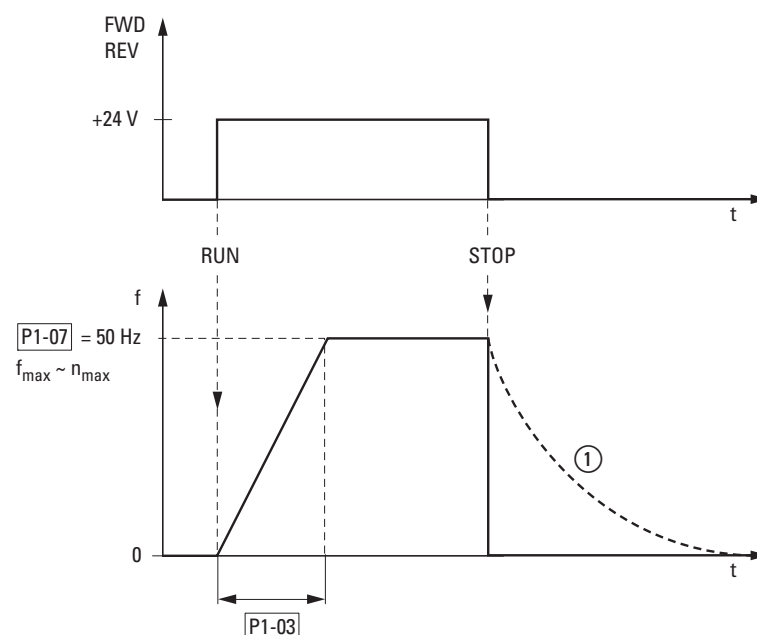

Abbildung 48: Start-Stopp-Befehl bei maximaler Sollwertspannung
Abbildung 48 zeigt beispielhaft den Verlauf, wenn das Freigabesignal (FWD/REV) angeschaltet wird und die maximale Sollwertspannung (+10 V) anliegt. Der Motor folgt in seiner Drehzahl der Ausgangsfrequenz, in Abhängigkeit vom Last- und Trägheitsmoment (Schlupf), von null bis n_{max} .
Wird im Betrieb das Freigabesignal (FWD, REV) abgeschaltet, so wird der Wechselrichter sofort gesperrt (STOP) und die Ausgangsfrequenz auf null gesetzt. Der Motor läuft ungeführt aus (siehe ① in Abbildung 48). Die Beschleunigungszeit wird in Parameter P1-03 eingestellt.